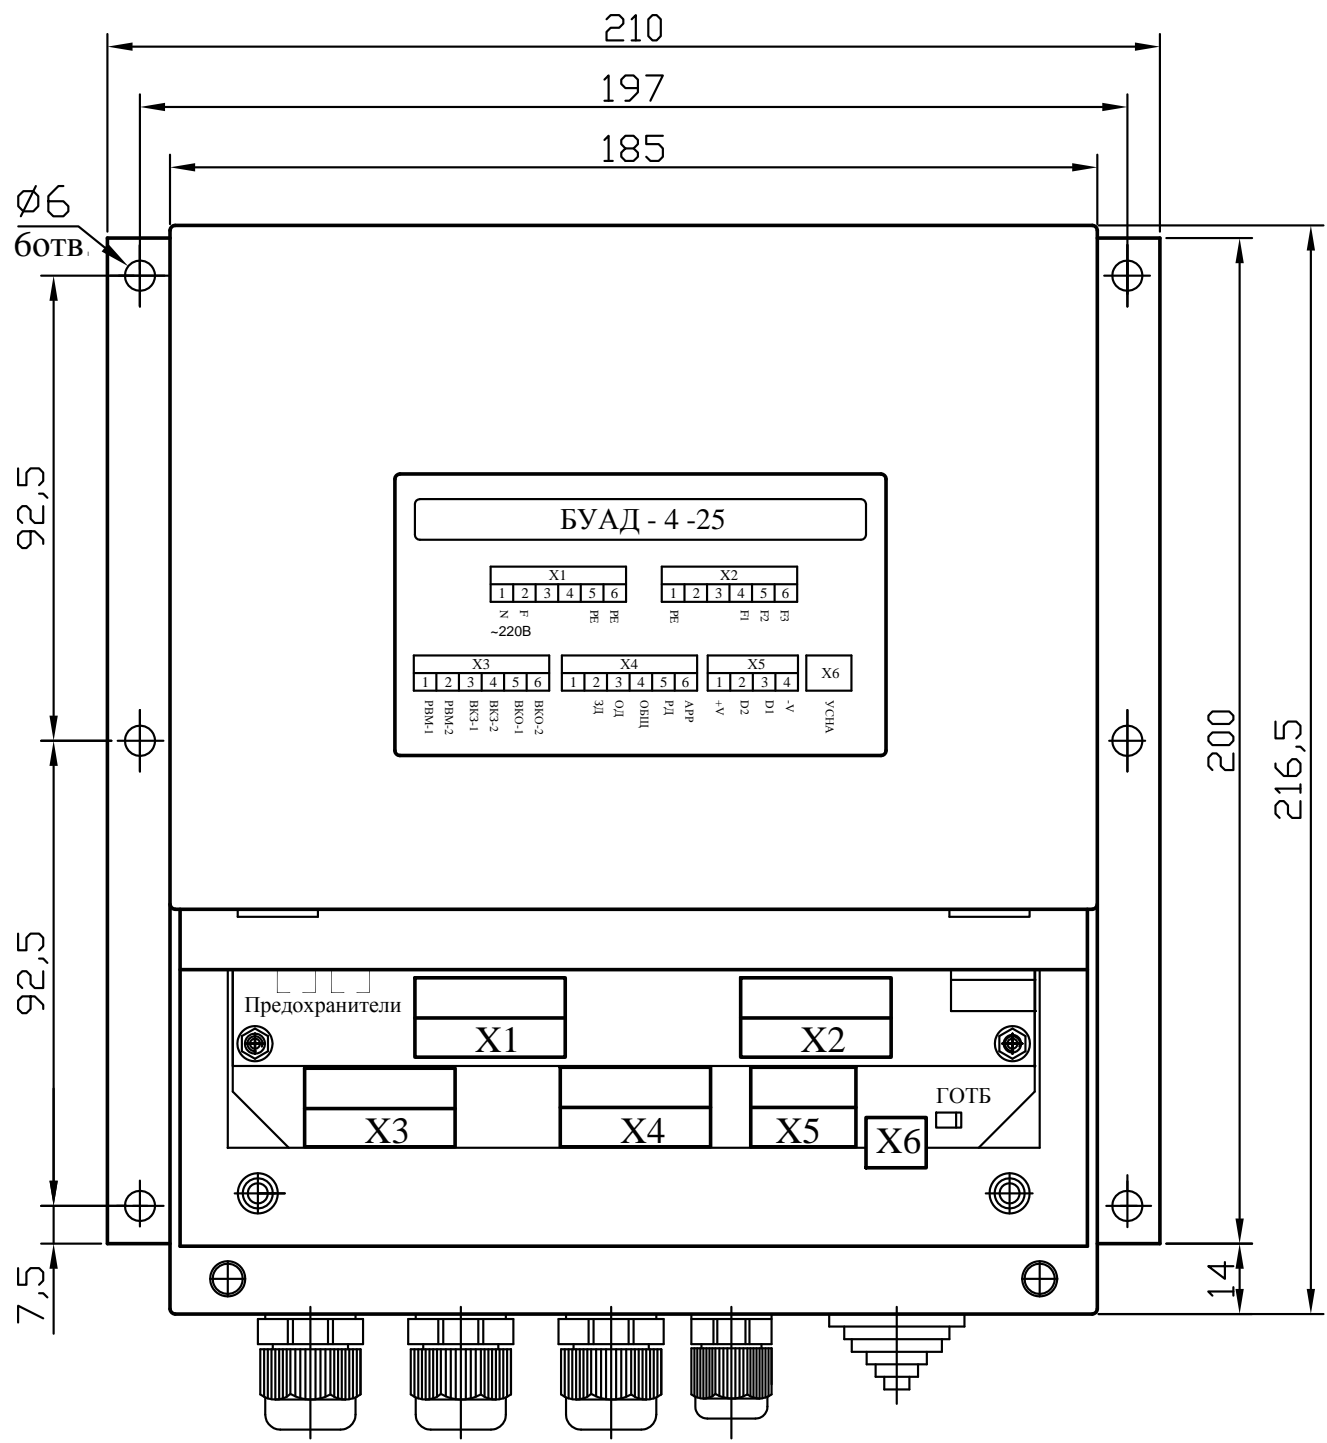

Рис.1. Габаритно-присоединительные размеры Устройства.
Габаритно-присоединительные размеры *Устройства* приведены на **рис.1**.
Узел подключения внешних коммуникаций состоит из набора кабельных выводов (**рис.1**), разъемов для подсоединения шин сетевого питания, цепей выходных напряжений для электродвигателя, цепей управления работой устройства, цепей подключения таходатчика (**рис.2, 3**), заглушки для разъема подключения устройства настройки УСНА, а также крышки, закрывающей разъемы *Устройства*.
3.5.1. С помощью светодиода ‘ГОТЪ’ (готовность на плате БУАД), расположенного рядом с разъемом **X6** (**рис.1**), индицируется: